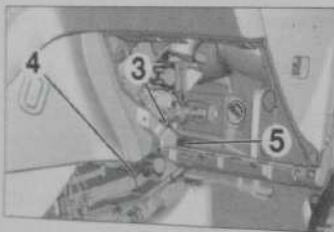

Fig. 30
- la sonde de température d'air (3) (Fig. 30),
- la vis (4),
- le conduit d'air (5),